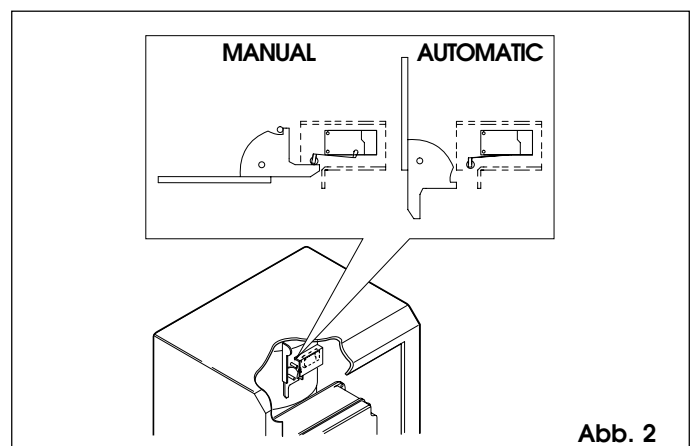

Abb. 2
- Durch den Sicherheits-Mikroschalter im Entriegelungssystem werden unbeabsichtigte Steuerimpulse an den Antrieb unterbunden (Abb. 2 Pos. 7).
- Die in der Abb.2 gezeichnete Entriegelungshebel betätigen.
- Die in der Abb.2 gezeichnete Hebel bis zum mechanischen Anschlag wieder einrasten.